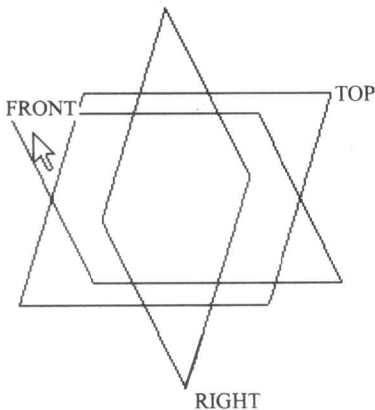
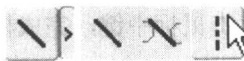

图 1-3
图 1-4
- (2) 单击  按钮, 绘制旋转截面, 弹出 Section 对话框。
- (3) 如图 1-3 所示, 选择 FRONT 基准面为草绘平面, 其他选项接受系统的默认设置。
- (4) 单击 Section 对话框中的 Sketch 按钮, 进入草绘工作环境。
- (5) 单击工作区右侧工具栏中的绘制中心线按钮 , 如图 1-4 所示。